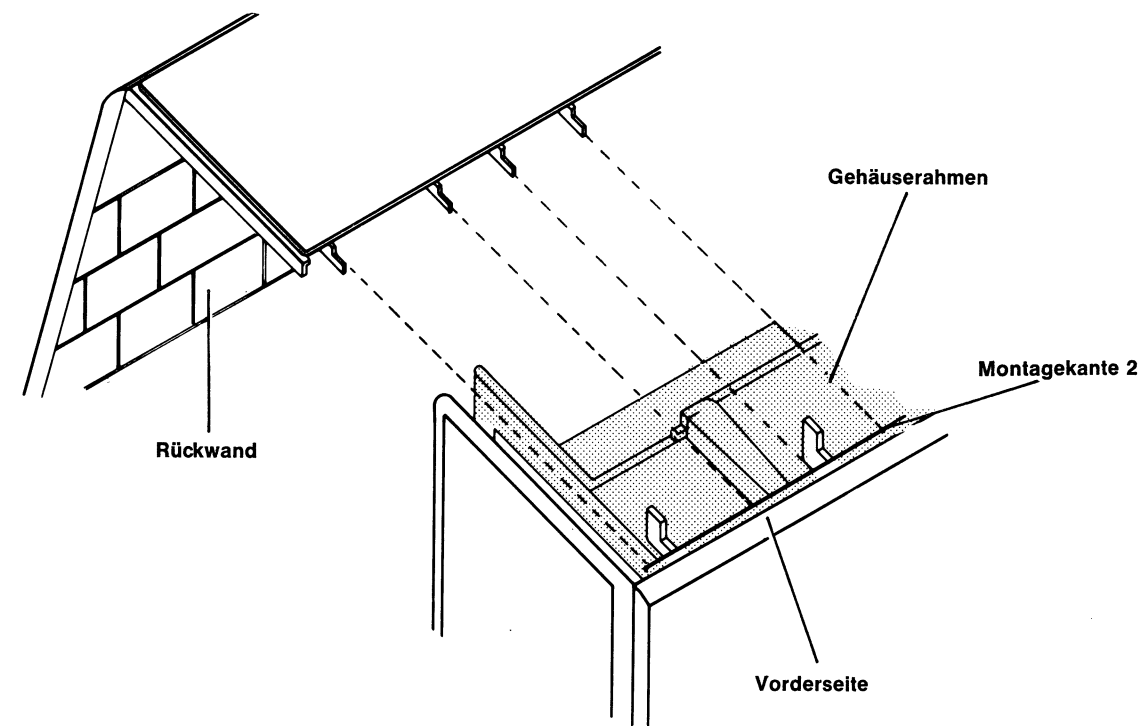

Bild 1a
- Beim Wiedereinbau der Rückwand darauf achten, daß die Halterippen auf der Schmalseite des Gerätes (oben) zuerst zusammenfinden [siehe Bild 1a].